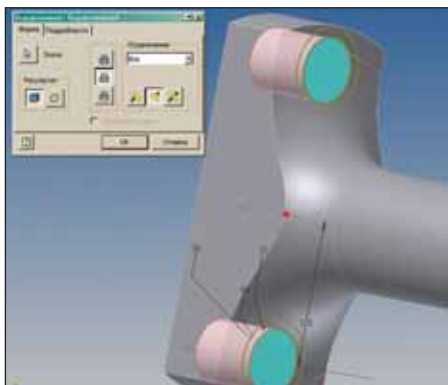

Рис. 23
33. Указать контуры, как изображено на рис. 23, в списке *Ограничение* выбрать *Все*, нажать кнопку *Вычитание*  и кнопку , а затем *ОК* (рис. 23 и 24).